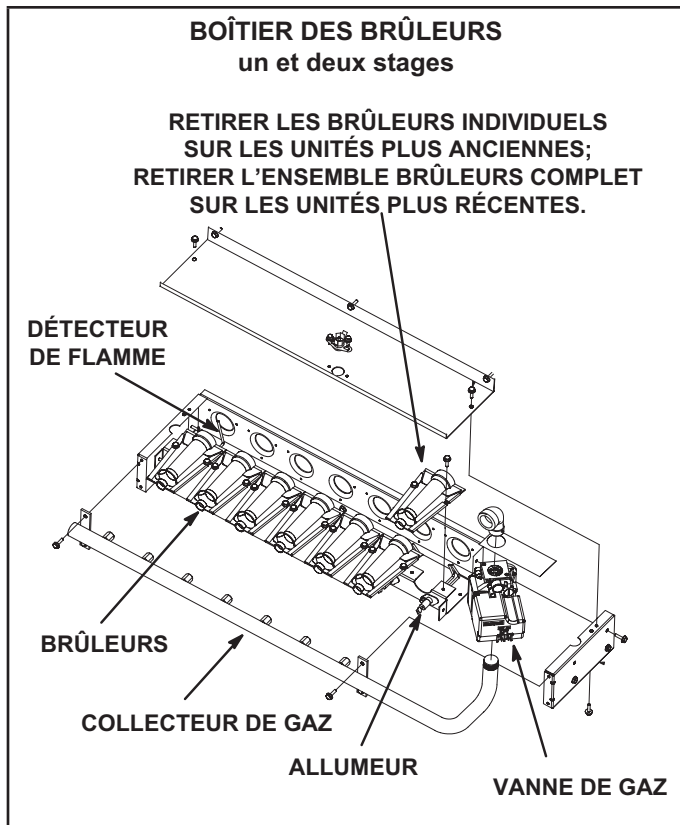

FIGURE 40
- 4 - Retirer les vis maintenant les brûleurs sur le support de brûleurs et soulever chaque brûleur séparément ou l'ensemble brûleurs complet des orifices. Voir FIGURE 40. Les nettoyer au besoin.
- 6 - Remettre les brûleurs et les vis maintenant les brûleurs. Voir FIGURE 40.